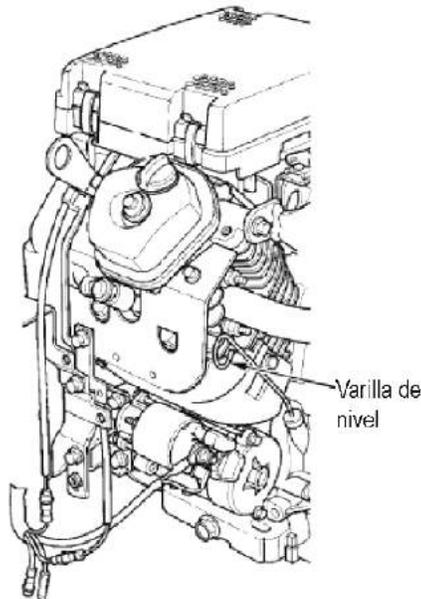

Figura 7. Varilla del nivel de aceite del motor (retiro)
2. Remueva la varilla del nivel de su lugar (Figura 7) y límpiela.